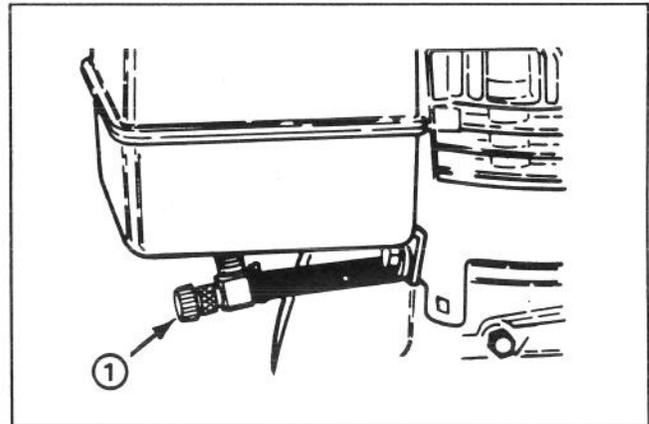

Figure 14
Valve d'arrêt de carburant (fig. 14) — Celle-ci se trouve sous le réservoir de carburant. Fermez la valve pour arrêter l'arrivée de carburant du réservoir dans le carburateur et ouvrez-la pour l'effet inverse. Fermez cette valve lorsque la déneigeuse n'est pas en service.
3. Ouvrez la valve d'arrêt du carburant placée sous le réservoir (fig. 14).